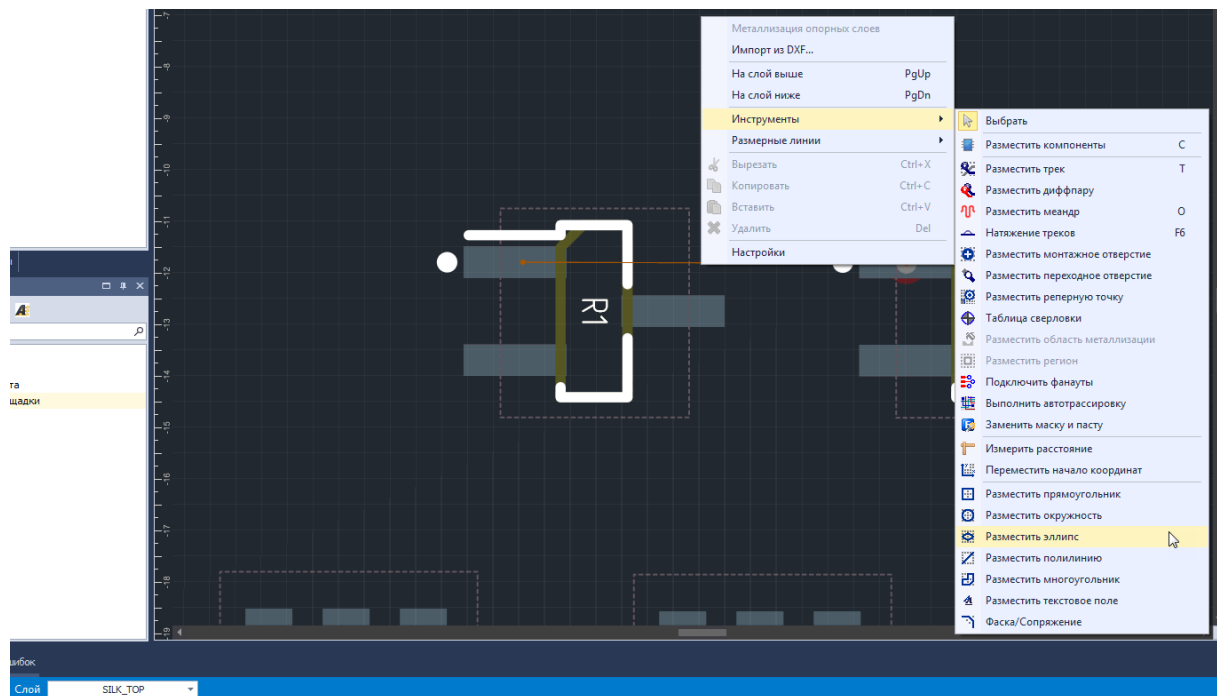

Рис. 142 Размещение графических объектов
2. Разместить необходимые графические объекты, используя инструменты графического редактора, см. Рис. 142. При этом для слоев, не предназначенных для размещения графической информации, инструменты графического редактора будут недоступны.